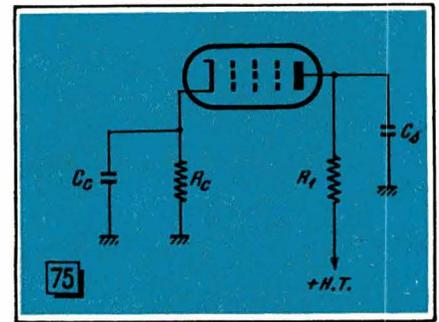
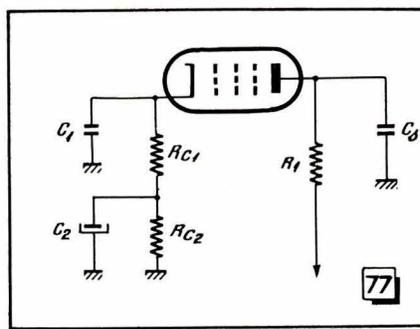

Fig. 75. — Correction vidéo par capacité C_c dans le circuit de cathode.
Fig. 77. — Contre-réaction « partielle » dans le circuit de cathode.
Une correction très simple et très souvent utilisée sous telle ou telle forme consiste à shunter la résistance R_c (fig. 75) non plus avec une capacité de valeur très élevée (500 à 1000 μF le plus souvent), mais avec une capacité C_c relativement faible, de l'ordre de 200 à 1000 pF le plus souvent.
Pratiquement, le calcul de la valeur de C_c à mettre en parallèle sur R_c (fig. 75) se fait en se fondant sur la valeur de la capacité totale C_s à la sortie du tube (ordre de grandeur : 30 pF) et sur celle de la résistance de charge R_1 , en appliquant la relation
Si la réduction du gain par le montage de la figure 75 apparaît excessive, on peut avoir recours au schéma de la figure 77, où une fraction seulement de la résistance de polarisation intervient en tant qu'élément de contre-réaction. Par exemple, si la résistance de cathode doit être de 150 Ω, on fait $R_{c1} = 50 \text{ Ω}$ et $R_{c2} = 100 \text{ Ω}$, avec C_2 : un électrochimique de valeur élevée (500 à 1000 μF), et C_1 : calculée comme précédemment, mais en faisant intervenir dans la relation (13) $R_{c1} = 50 \text{ Ω}$. On trouve alors $C_c = 900 \text{ pF}$.